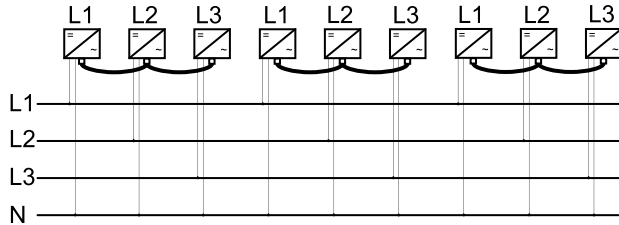

Abb. 2 Installation in aufeinanderfolgenden Dreiergruppen
- PLATINUM Wechselrichtern bilden Gruppen von je drei Wechselrichtern (siehe Abb. 2)